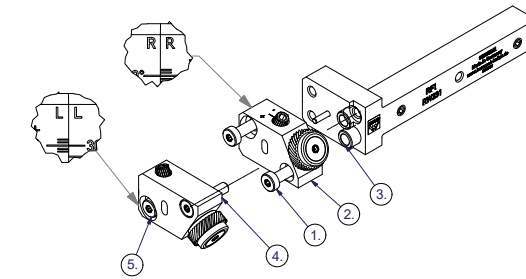
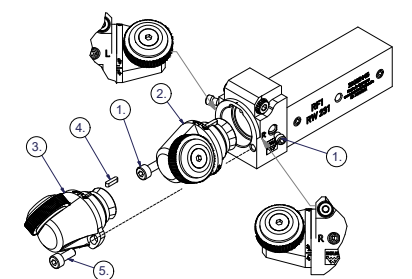

Abb. 7: 231LD Umbau von R nach L
Abb. 8: 231KD Umbau von R nach L
Bei diesem Werkzeug kann der Werkzeugkopf modular um 180° gedreht eingebaut werden. Nachfolgende Punkte beziehen sich auf die Abläufe in Abbildung 7 bzw. Abbildung 8 und müssen genau beachtet werden.
- Serie 231 Langdreher (Abb. 7):**
- Serie 231 Kurzdreher (Abb. 8):**